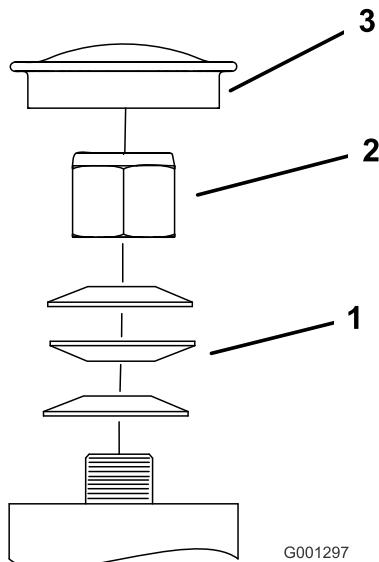

Figure 56
3. Déposez le capuchon protecteur de la roue pivotante et serrez le contre-écrou (Figure 56).
4. Continuez de serrer le contre-écrou jusqu'à ce que les rondelles élastiques soient aplatis, puis desserrez-le d'un quart de tour pour obtenir la précharge correcte des roulements (Figure 56).
Important: Veillez à placer les rondelles élastiques correctement, comme montré à la Figure 56.
5. Reposez le capuchon protecteur (Figure 56).